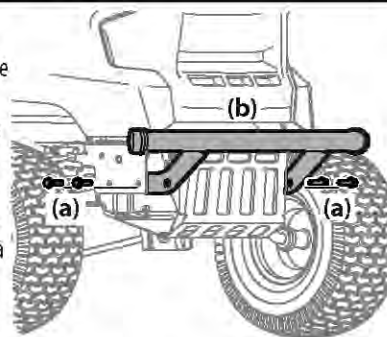

Figure 15
2. Placez les supports du pare-chocs à l'intérieur du châssis et fixez-les avec les boulons à bride (a). Voir Figure 15.